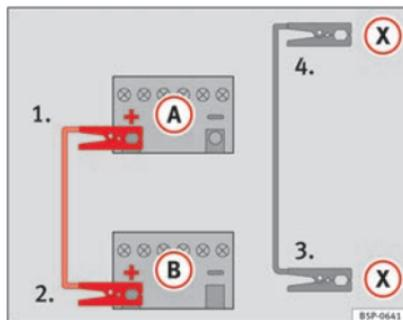

Abb. 215 Anschlussschema für Fahrzeuge mit Start-Stopp-System.
- **Bei Fahrzeugen mit Start-Stopp-Betrieb:** Klemmen Sie ein Ende des *schwarzen* Starthilfekabels (X) an einen geeigneten Masseanschluss, ein massives, fest mit dem Motorblock verschraubtes Metallteil oder direkt an den Motorblock an \Rightarrow Abb. 215.
5. Klemmen Sie das andere Ende des *schwarzen* Starthilfekabels (X) im Fahrzeug mit der entladenen Batterie an ein mit dem Motorblock verschraubtes massives Metallteil oder an den Motorblock selbst, aber an einer weit von der Batterie (A) entfernten Stelle an.